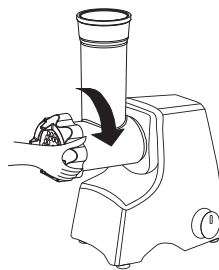

рис. 5
7.1.5 Зафиксируйте конструкцию с помощью фиксирующего кольца, завернув его по часовой стрелке, как указано на рис. 5. Не затягивайте кольцо слишком туго.